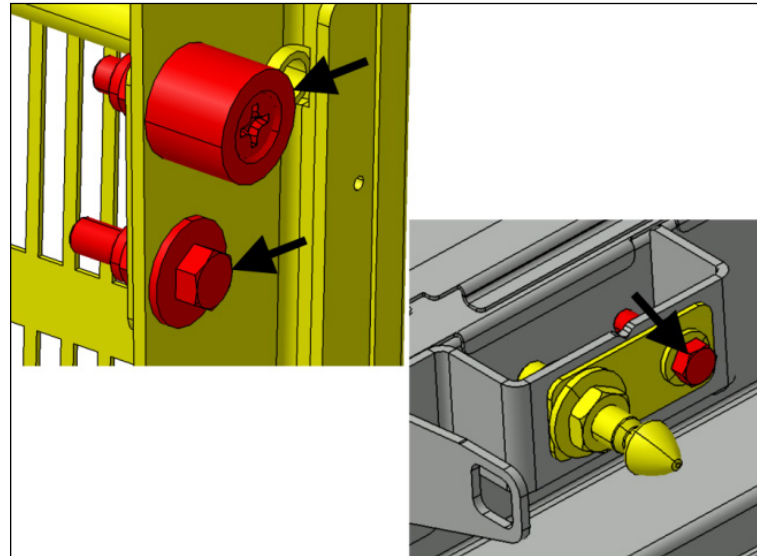

FIGURE 14
13. Ouvrir la porte et procéder au serrage final des éléments identifiés par les flèches (Figure 14).